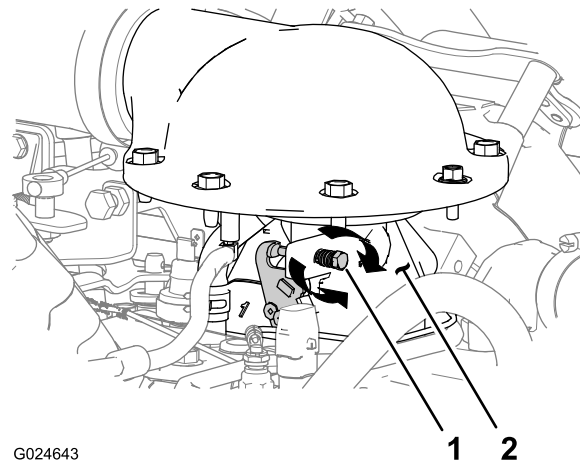

Figura 84
3. Si la velocidad de ralentí bajo del motor es superior o inferior a 1100 rpm, gire el tornillo de ralentí, situado en el cuerpo del acelerador, en sentido horario o en sentido antihorario, hasta que la velocidad de ralentí del motor sea de 1100 rpm (Figura 84).